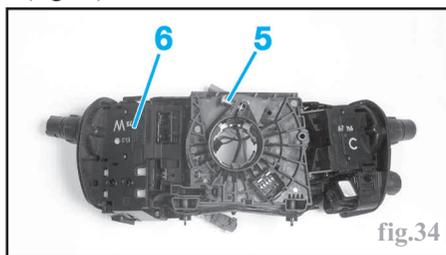

fig.34
- Déposer les deux vis (3) puis la coquille inférieure (4).
- Desserrer suffisamment la vis (5) puis tirer avec précaution l'ensemble commande sous volant (6) afin de le déposer (fig.34).